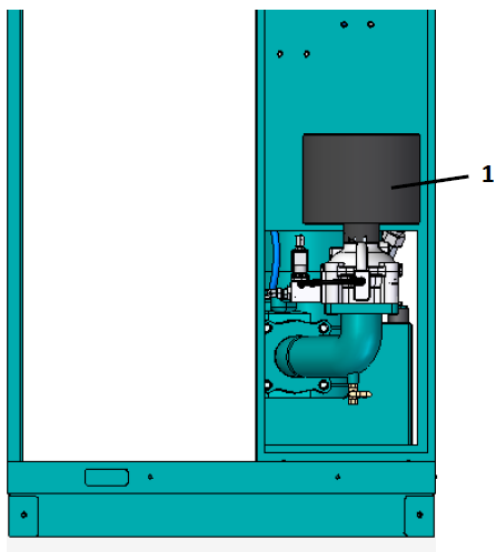
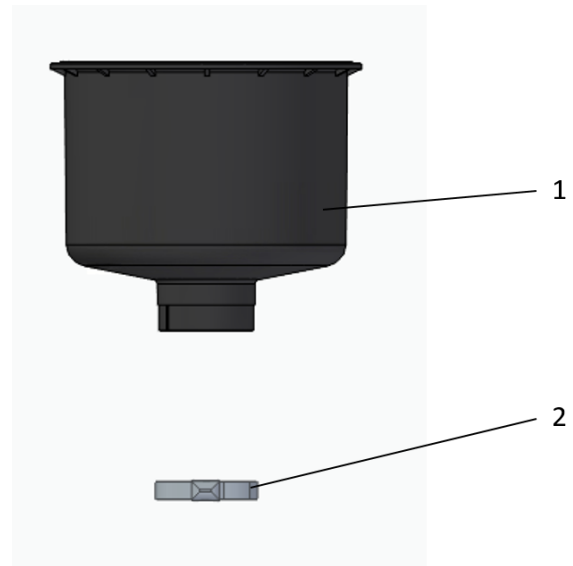

图 41：空气滤清器
图 42：取下进气过滤器的盖子
4. 松开进气过滤器(图 41/1)上的固定夹(图 42/2)。
5. 取下旧的进气过滤器(图 42/1)。
6. 装上新的进气过滤器(图 42/1)。
7. 锁紧进气过滤器上的固定夹(图 42/2)。